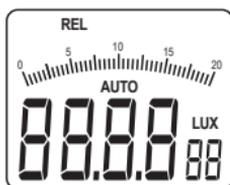

Figura 3-1-2A
- Si vuelve a mantener presionada la tecla REL/PEAK durante unos segundos, "REL" desaparecerá de la esquina superior izquierda del LCD (como se muestra en la figura 3-1-2A) y el instrumento saldrá del modo de medición de valor relativo y volverá al modo de medición original.